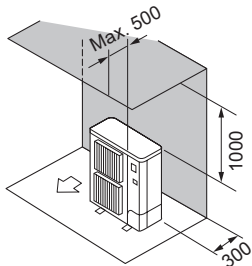

Fig. 2-7
- ② Obstacole numai în spate și deasupra (Fig. 2-7)